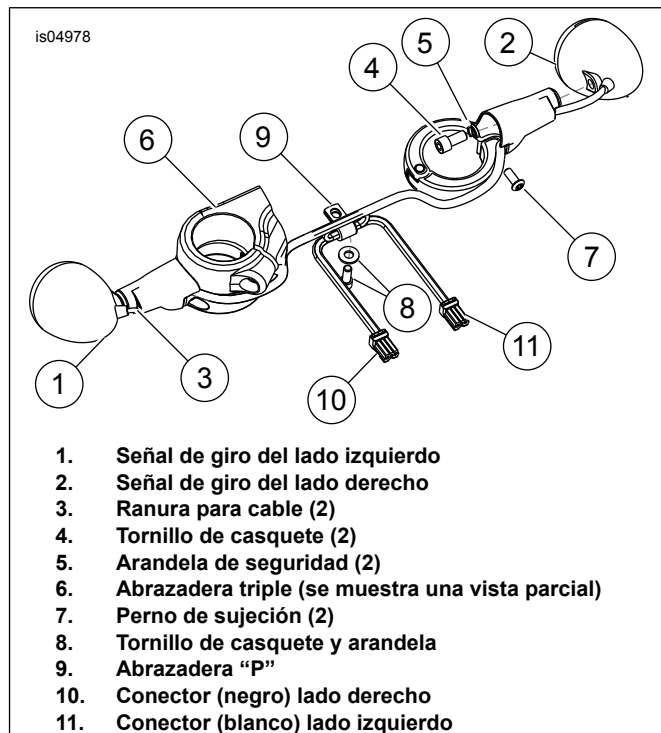

Figura 6. Instalación de la pieza de soporte de montaje arnés de cables
Vea Figura 6. Las piezas de soporte de montaje están estampadas "LH" (lado izquierdo) o "RH" (lado derecho). Asegúrese de instalar la pieza de soporte correcta en el lado correcto.
4. **TODOS los modelos:** Vea Figura 6. Cuidadosamente pase la longitud del cable de la luz de la señal de giro dentro del vástago a través de la ranura para cable (3).
5. Instale el tornillo (4) y la arandela de seguridad (5) en el vástago y a través del agujero. Coloque la luz de la señal de giro contra el extremo del vástago y enrosque el tornillo dentro de la caja de la luz. No los apriete completamente en este momento.
6. Coloque la pieza de soporte de montaje en su posición en la horquilla inferior abajo de la abrazadera triple (6). Alinee la luz para que quede hacia adelante y paralela con respecto al suelo. Mientras sostiene la alineación, extraiga el conjunto y apriete el tornillo de montaje de la luz (4) a 8–9 N·m (70–80 **in-lbs**).
7. Instale el conjunto de la pieza de soporte de montaje en la horquilla inferior con un perno de sujeción (7), para asegurarse de que:
- b. Verifique que el cable que sale esté centrado en la muesca para cable (3) en la base del vástago y que no esté comprimido por el vástago contra la pieza de soporte de la horquilla.
8. Apriete el perno de sujeción (7) hasta 8–9 N·m (70–80 **in-lbs**).
10. Quite el tornillo de casquete y la arandela (8) que montan la(s) línea(s) del freno delantero a la parte inferior de la pieza de soporte inferior de la horquilla y guárdelos.
11. Sin apretar, instale la abrazadera “P” (9) y la línea del freno con el tornillo de casquete y la arandela (8).
14. Vea Figura 6. Instale los terminales hembra de los arneses de la señal de giro en las mitades correctas del conector del lado de la luz, siguiendo las instrucciones en el Manual de servicio correspondiente. A menos que lo note distinto en la extracción, Lado izquierdo (conector blanco) (11): Lado derecho (conector negro) (10):